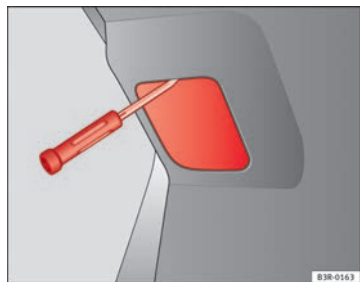

Abb. 215 Abdeckung der Gepäckraumklappe entfernen
- Schieben Sie einen Schraubendreher von oben in die Aussparung ⇒ Abb. 215 heben Sie die Abdeckung heraus.